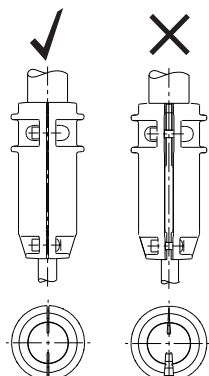

Рис. 8 Зазор между полумуфтами
18. Установите цилиндрический штифт (10) в вал насоса (51).
20. Смажьте и затяните винты (9), но оставьте люфт. См. раздел 7.2 *Смазочные материалы*.
21. Убедитесь в том, что зазоры с обеих сторон полумуфт одинаковые. См. рис. 8.